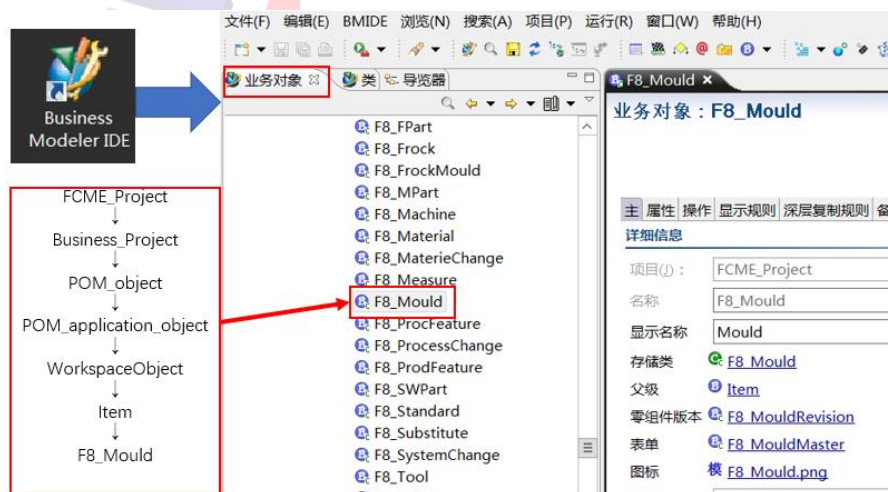

图 2
1、在服务器端双击打开“Business Modeler IDE”，在左侧业务对象里找到要添加属性的零组件类型，随后双击进入右侧业务对象窗口，如下图 2 所示。